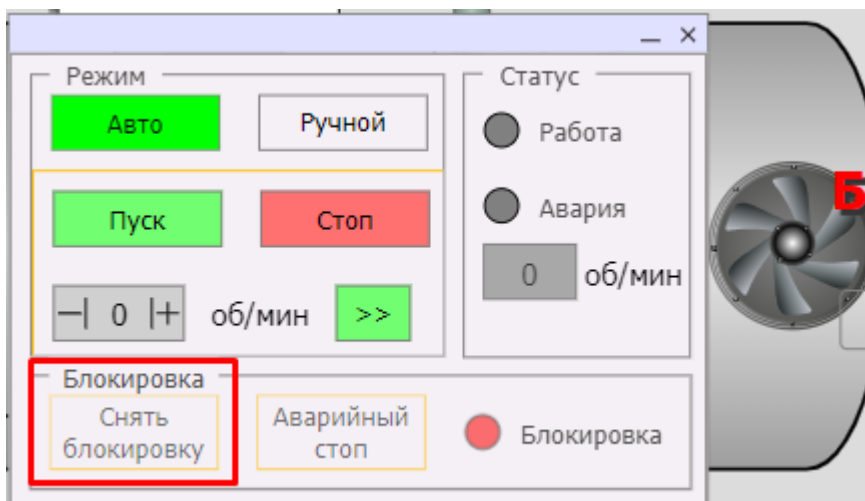

Рисунок 19 — Снятие блокировки
- Блокировка — состояние, требующее снятия оператором. При включении блокировки оператор должен устранить ошибку или аварию, затем нажать кнопку сброса блокировки в диалоговом окне исполнительного механизма (рис. 19). После этого оборудование может продолжить работу.